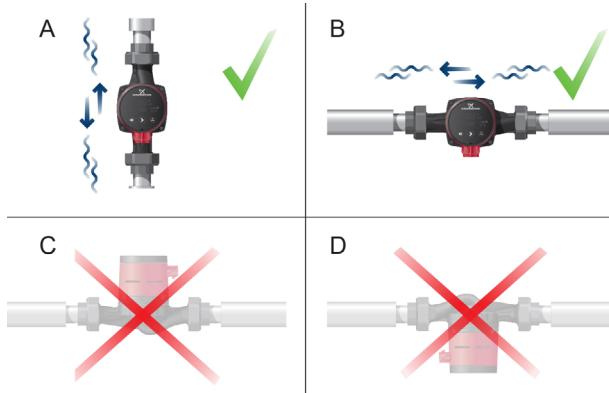

Fig. 2 Posições da caixa de terminais
- Circulador instalado correctamente numa tubagem vertical. Consulte a fig. 2, pos. A.
- Circulador instalado correctamente numa tubagem horizontal. Consulte a fig. 2, pos. B.
- Não instale o circulador com o veio do motor na vertical. Consulte a fig. 2, pos. C e D.